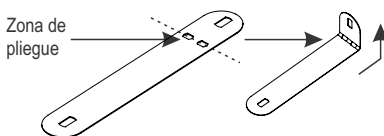

Fig. 4
- ✗ Para que la cocina quede perfectamente asentada, regule la posición de las dos patas traseras girándolas hasta encontrar la nivelación perfecta (Fig. 4).